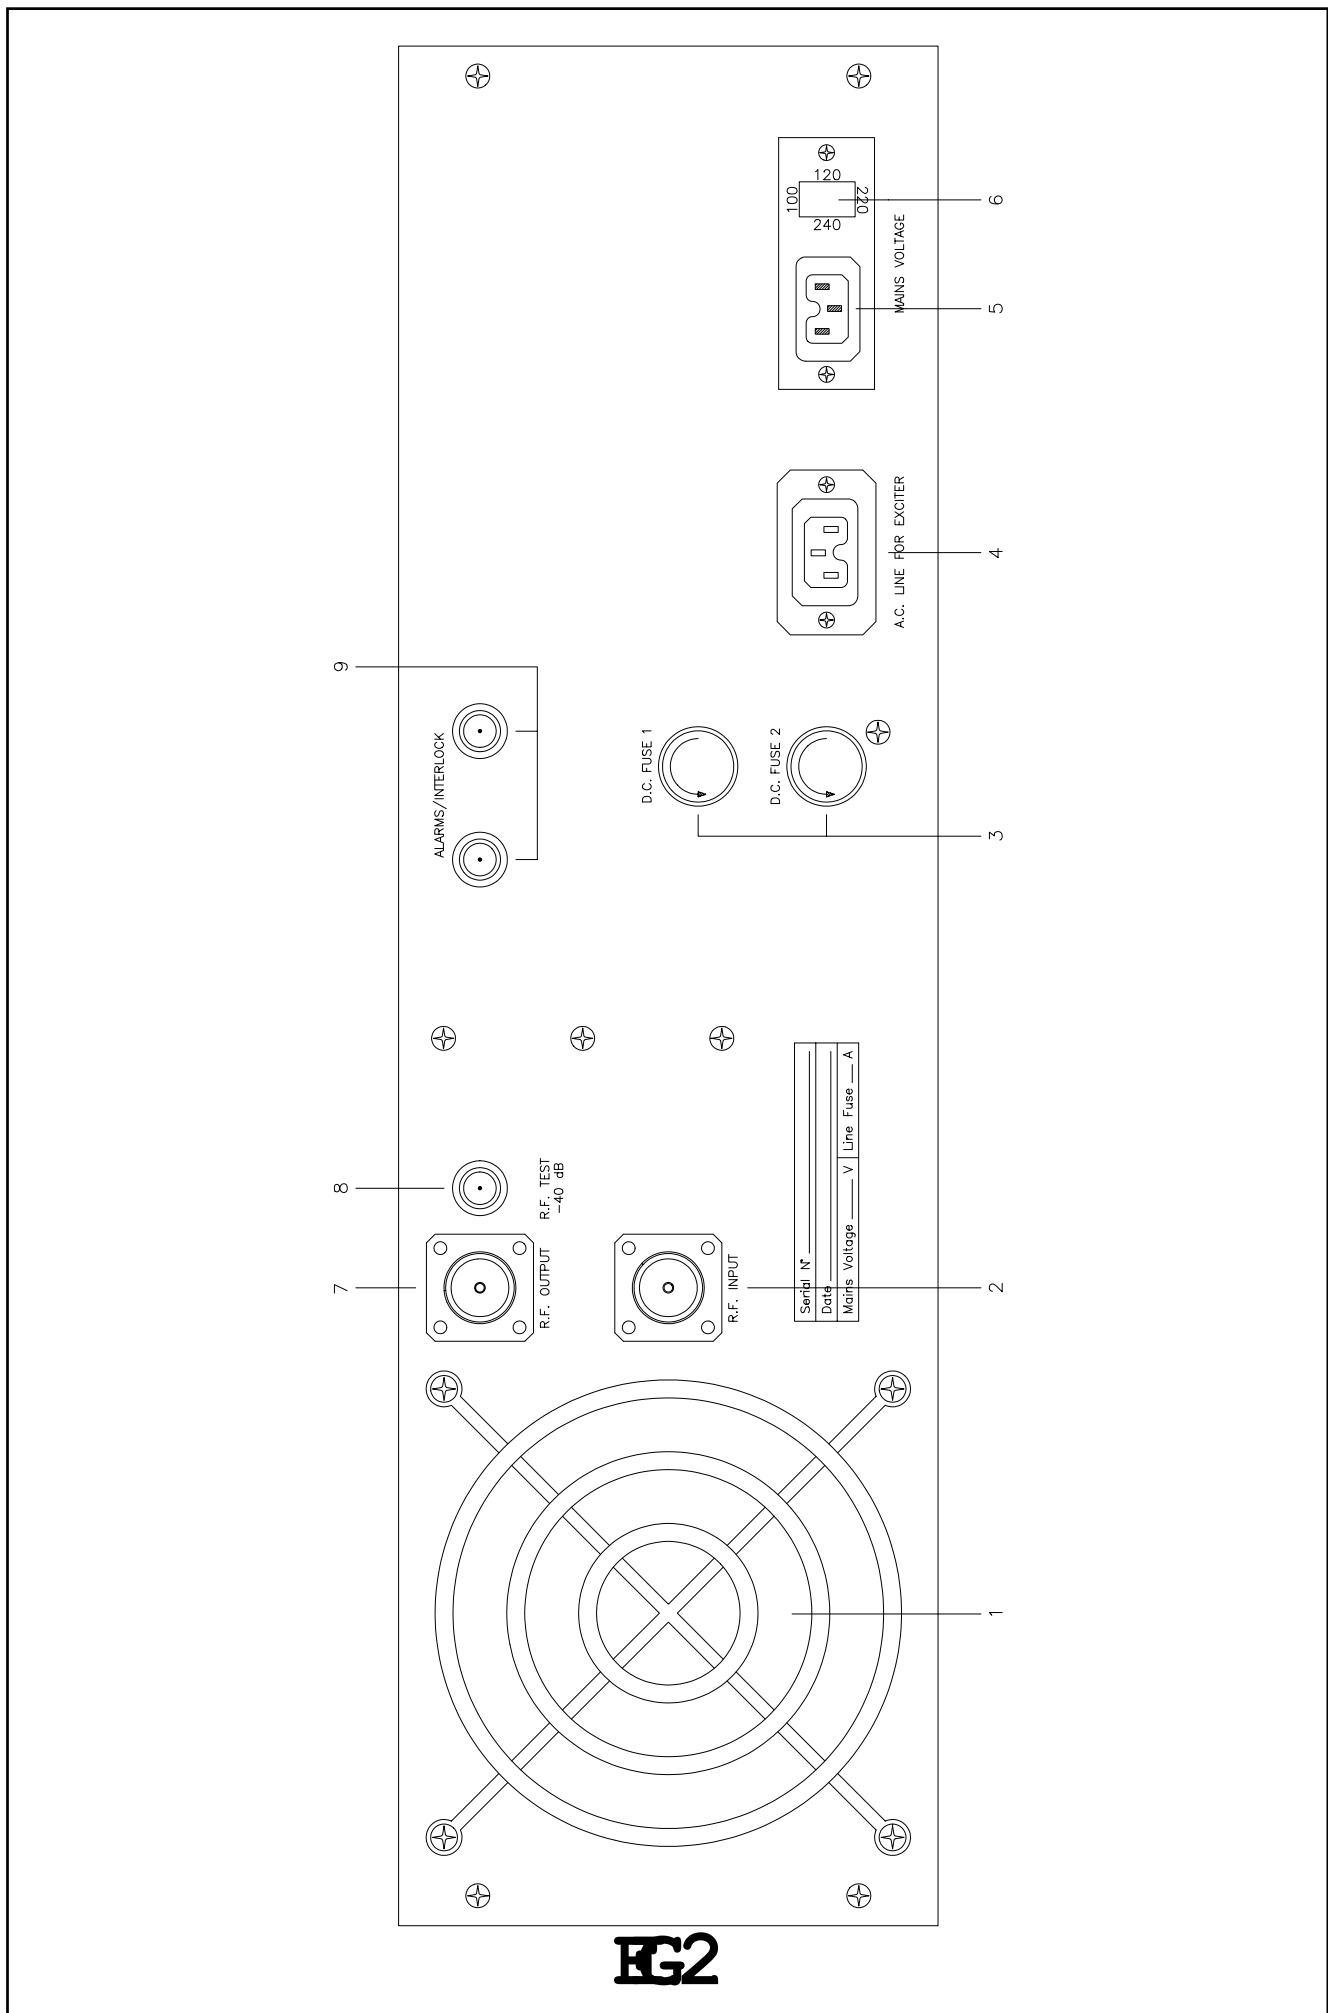

FIG2
L'accoppiatore direzionale è dotato di un connettore di tipo BNC (8 Fig.2) per il prelievo a livello -40dB del segnale disponibile in uscita dell'amplificatore.
DESCRIZIONE DELLA VISTA DEL PANNELLO POSTERIORE (FIG. 2)
- 3) Inserire il cavo dell'alimentazione nella presa VDE (5 Fig.2).
- 4) Collegare un carico fittizio 50 Ohm $P > 250W$ sull'uscita R.F. (7 Fig.2) con in serie un wattmetro passante (es. BIRD mod.43) come
- 8) Collegare all'ingresso R.F. (2 Fig.2) un eccitatore (es. PTX30-UHT, TEX20-NV, etc.) in grado di erogare una potenza compresa tra 20 e 30W.
- 9) Collegare il connettore BNC Alarms/Interlock (9 Fig.2) al relativo BNC posto sul retro dell'eccitatore (Remote Control).